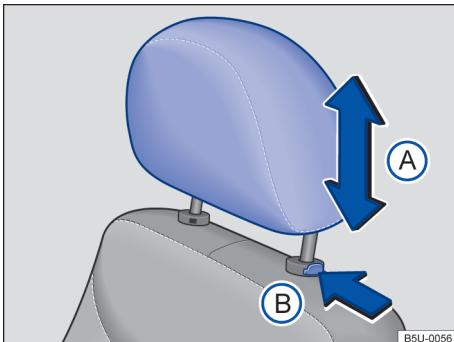

Fig. 59 Apoio para cabeça dianteiros: ajustar.
- Empurrar o apoio para cabeça para cima ou para baixo na direção da seta → Fig. 59 A → ⚠ em *Introdução ao tema* na página 72.